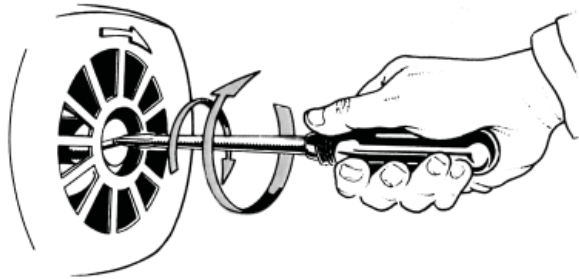

Figura 4 : Desbloquear eje
- Compruebe que el eje de la bomba gire libremente y no esté bloqueado (figura 4).